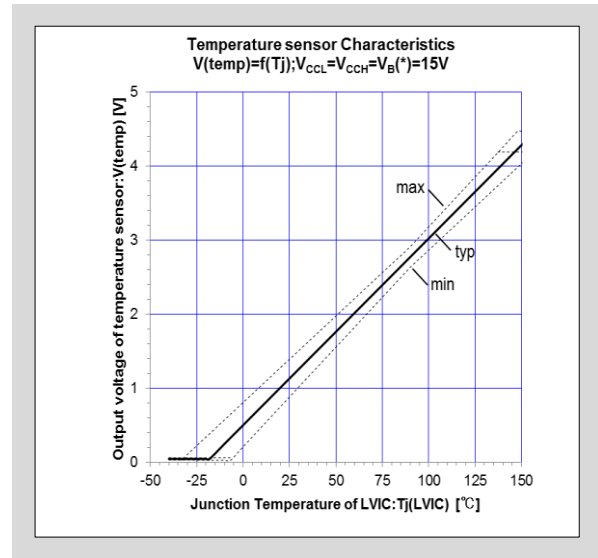

図3-25 LVIC温度とTEMP出力電圧特性
- 図3-25にプルダウン抵抗22k $\Omega$ を接続した場合のTEMP端子出力電圧特性を示します。